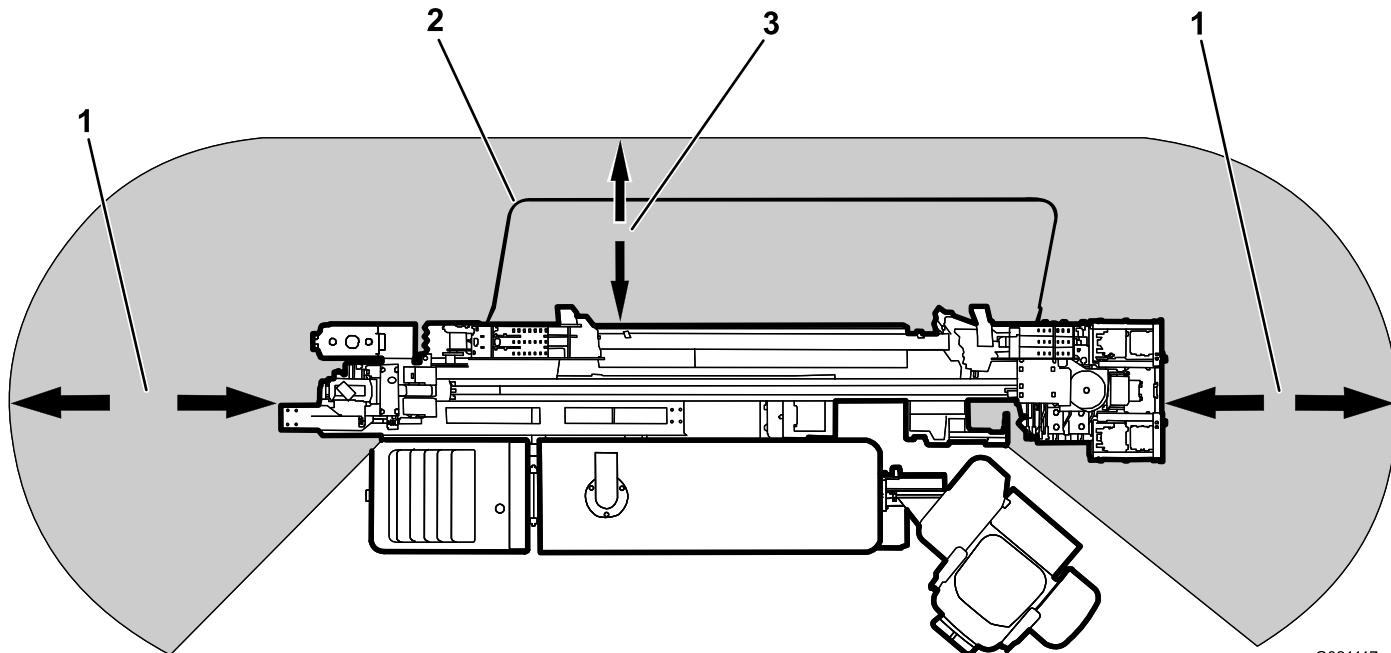

Figura 4
- Siempre baje la barra de seguridad antes de perforar (Figura 4).